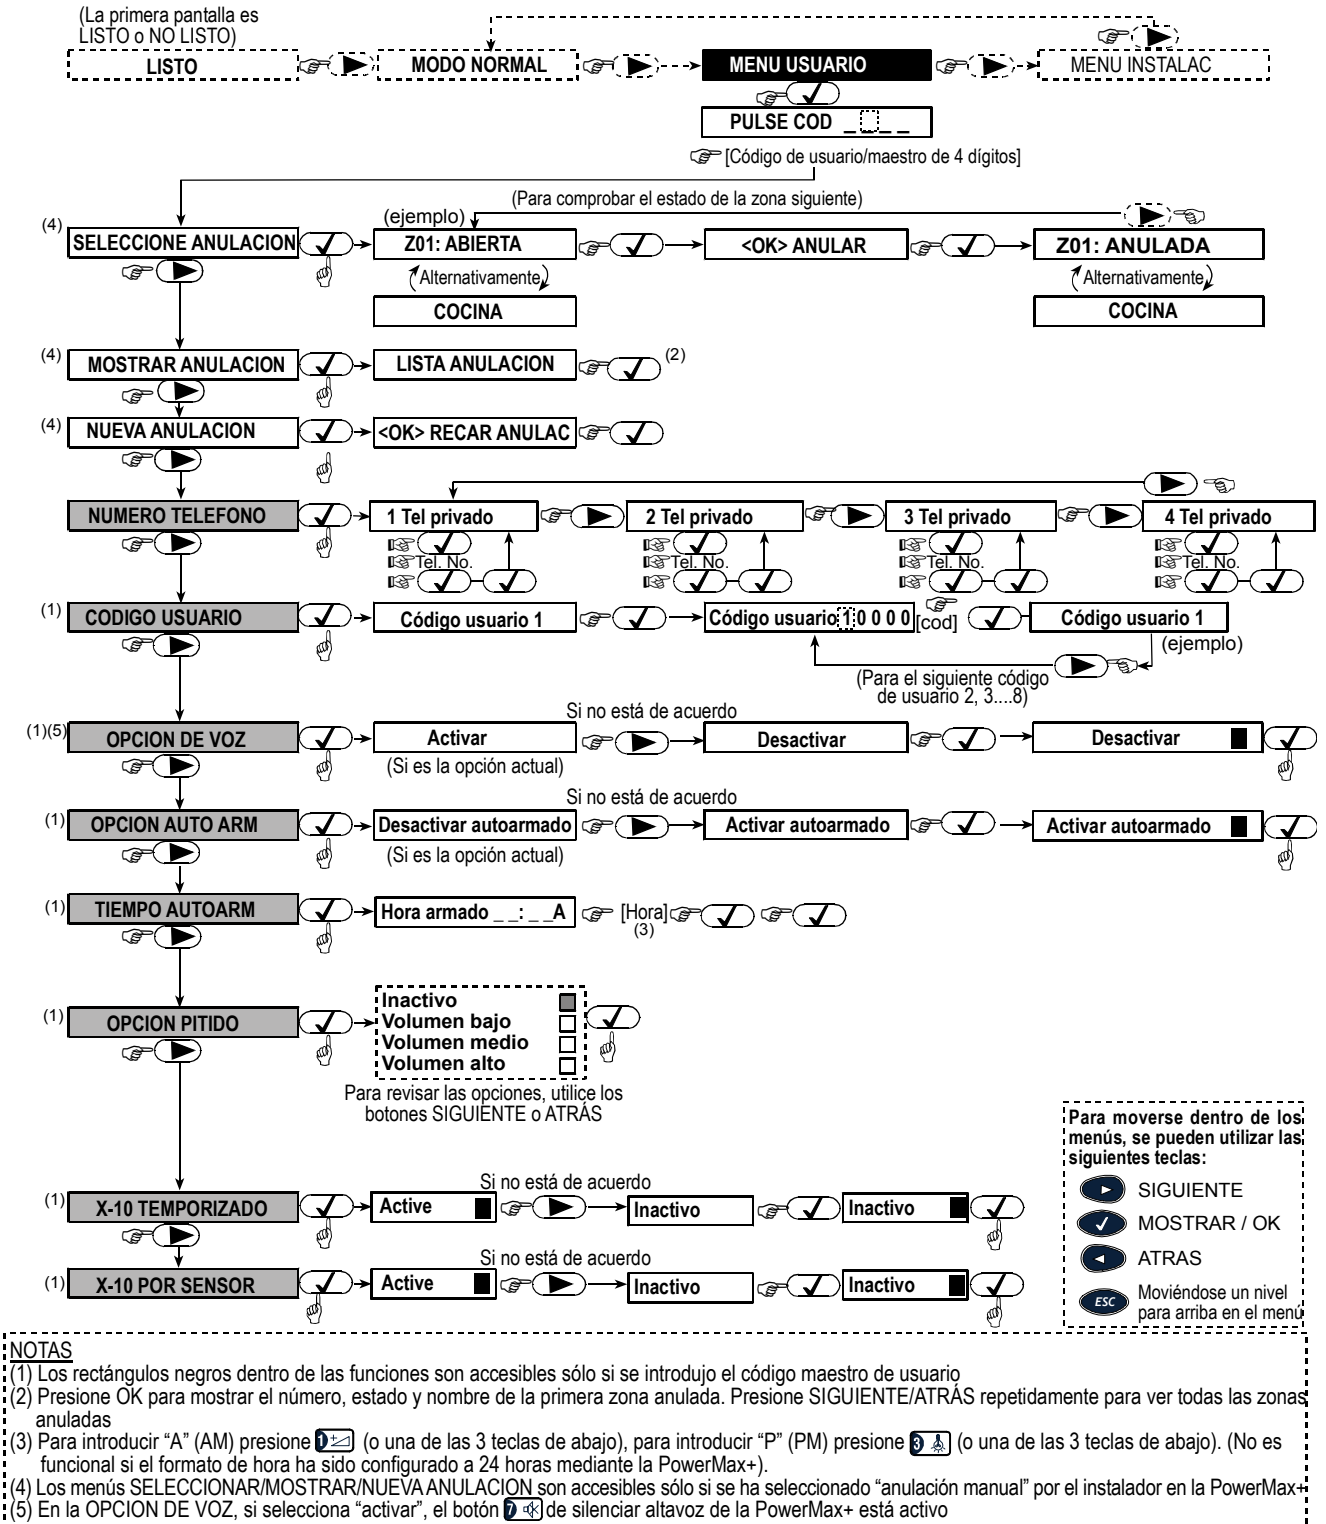

Figura 9: Diagrama de flujo de las configuraciones de usuario
- D. Al acceder al menú de usuario, usted puede ahora seleccionar cualquier otro punto de las configuraciones del menú de usuario como se detalla en la figura 9.